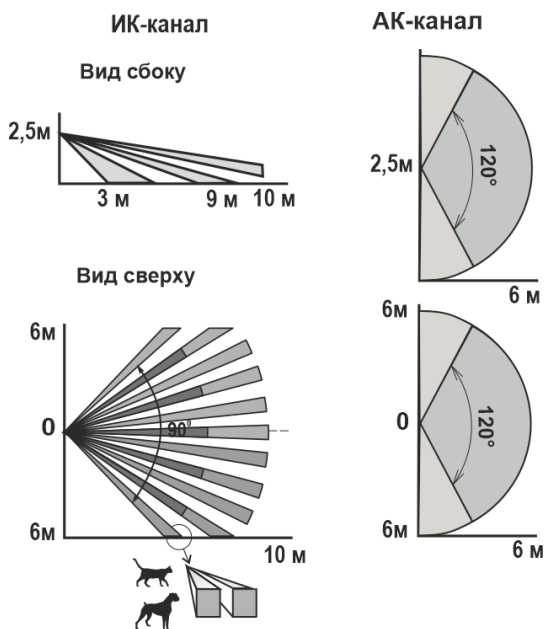

Рисунок 2
**2.2** Принцип действия **ИК-канала** основан на регистрации изменений потока теплового излучения, возникающих при пересечении человеком зоны обнаружения, которая состоит из чувствительных зон. Каждая чувствительная зона состоит из двух элементарных чувствительных зон (рисунок 2).